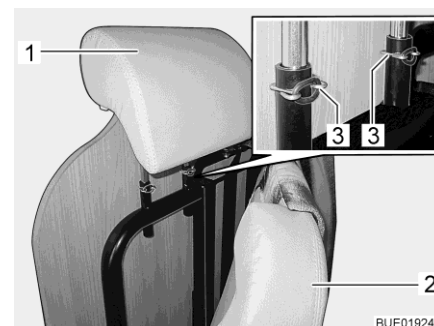

Bild 12 Inställning av nackstöd
Ställ innan du startar in nackstödet (Bild 12,1) så att bakhuvudet har ett stöd ungefär i höjd med öronen.
- Fäll fram dynan (Bild 12,2).
- Ta bort säkringsklämmorna (Bild 12,3).
- Dra nackstödet (Bild 12,1) uppåt eller tryck bakåt tills det fastnar i rätt spärrläge.